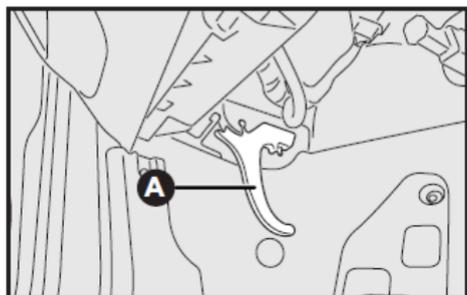

fig. 91
- 1) Jale de la palanca A-fig. 91;